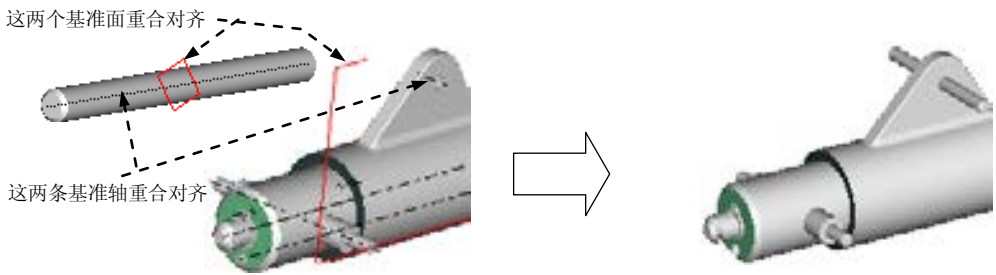

图 12.5.11 装配零件轴
Step11. 增加固定元件：装配图 12.5.11 所示的零件轴（shaft）。操作提示如下。